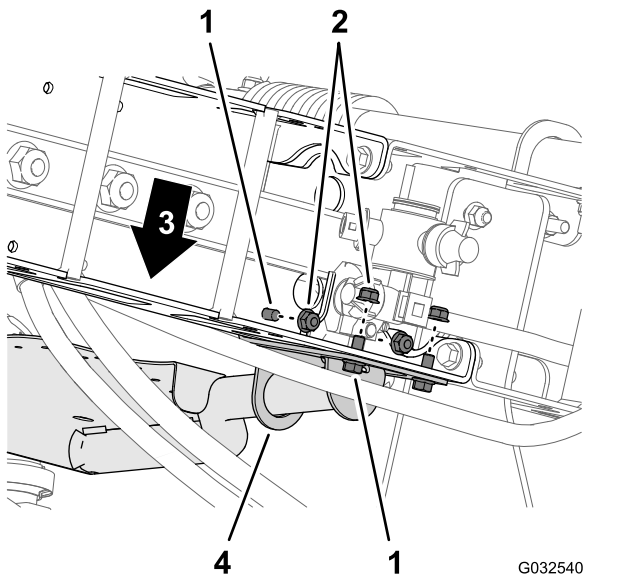

Figura 63
- Monte el soporte de las válvulas en el perfil del travesaño (Figura 62 y Figura 63) con 4 pernos